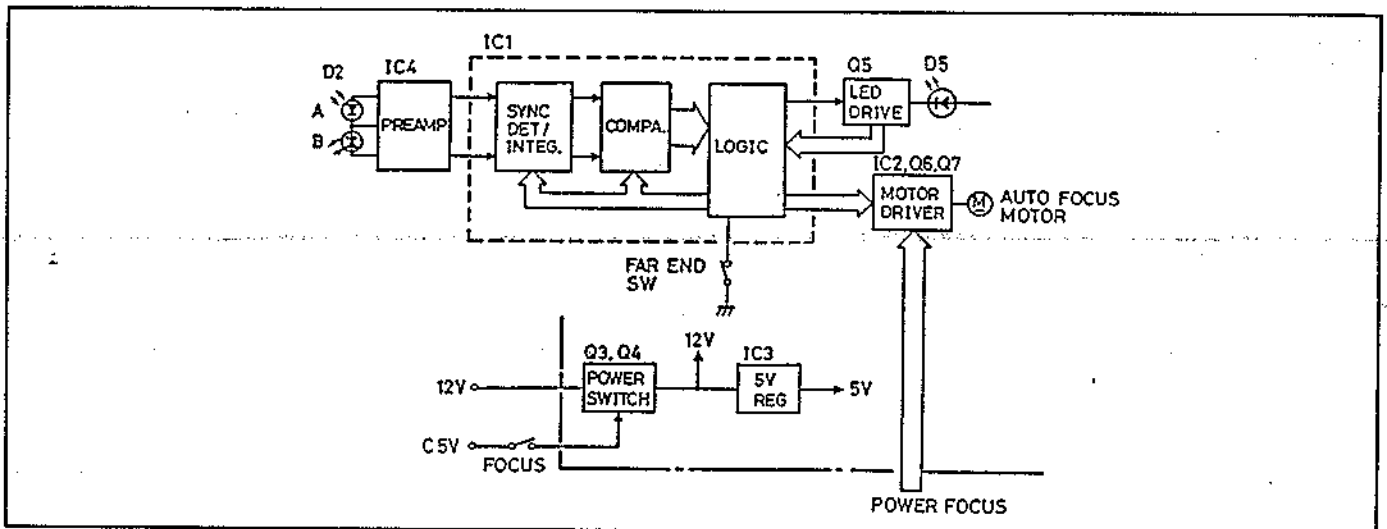

Abb. 2-20 Schaltkreis-konfiguration
3. Autofokus-Regelkreis (Abb. 2-20 bis 2-23)
3-2 Schaltkreiskonfiguration (Abb. 2-20)